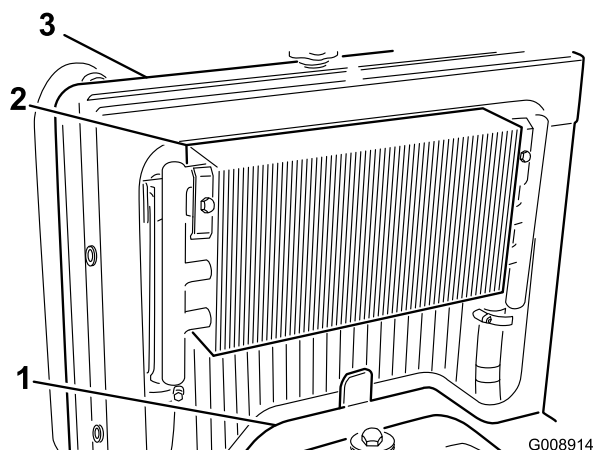

Figura 63
3. Retire o painel de acesso (Figura 63).